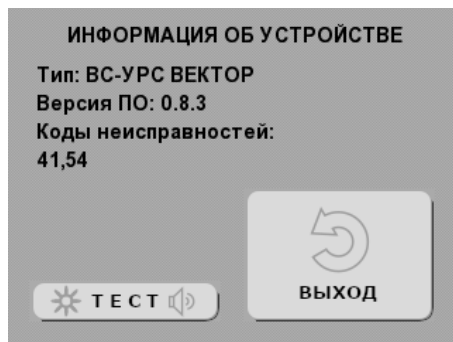

Рис. 10. Окно меню информации об устройстве
- 2) перейдите в информационное меню (МЕНЮ→НАСТРОЙКИ→ИНФО; рис. 10);
- 2) перейдите в информационное меню (МЕНЮ→НАСТРОЙКИ→ИНФО; рис. 10) и активируйте кнопку меню «ТЕСТ»;